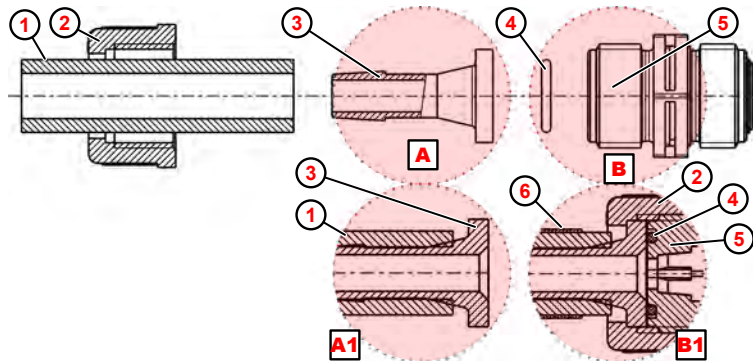

Fig. 9: Collegamento tubi rigidi e tubi flessibili con raccordo filettato di fissaggio e fascetta tubo flessibile
1. ➤ Tagliare il tubo flessibile (Fig. 9 , ①) diritto.
2. ➤ Fare scorrere la fascetta stringitubo ⑥ nel tubo flessibile ①
3. ➤ Fare scorrere il dado per raccordi ② nel tubo flessibile ① .
4. ➤ Fare scorrere il tubo flessibile ① fino al collare di arresto sul raccordo filettato di fissaggio ③ (dettaglio **A1**).
5. ➤ Inserire l'O-Ring ④ nel dado della valvola di aspirazione/di mandata ⑤ .
6. ➤ Serrare il dado per raccordi ② .
7. ➤ Far scorrere la fascetta stringitubo ⑥ nella parte inferiore e serrare (dettaglio **B1**).